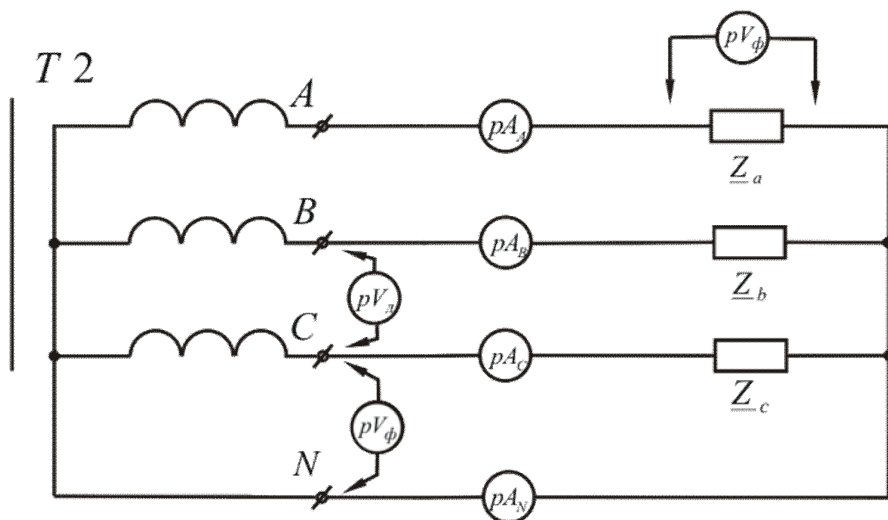

Рис. 5.2.
2. Соберите цепь по схеме, приведенной на рис. 5.2.